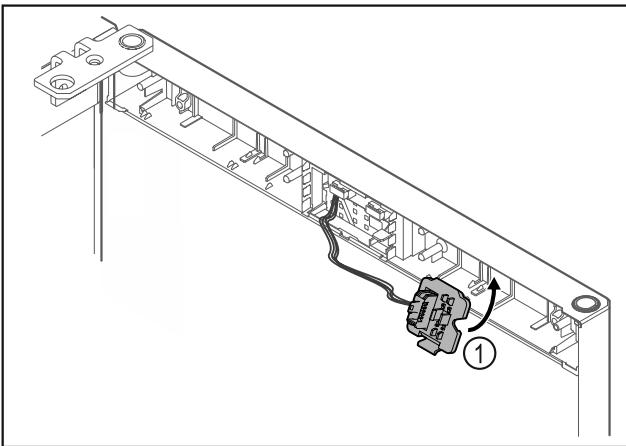

Fig. 25
- ▶ Uglavite držač utikača Fig. 25 (1) na suprotnu stranu.